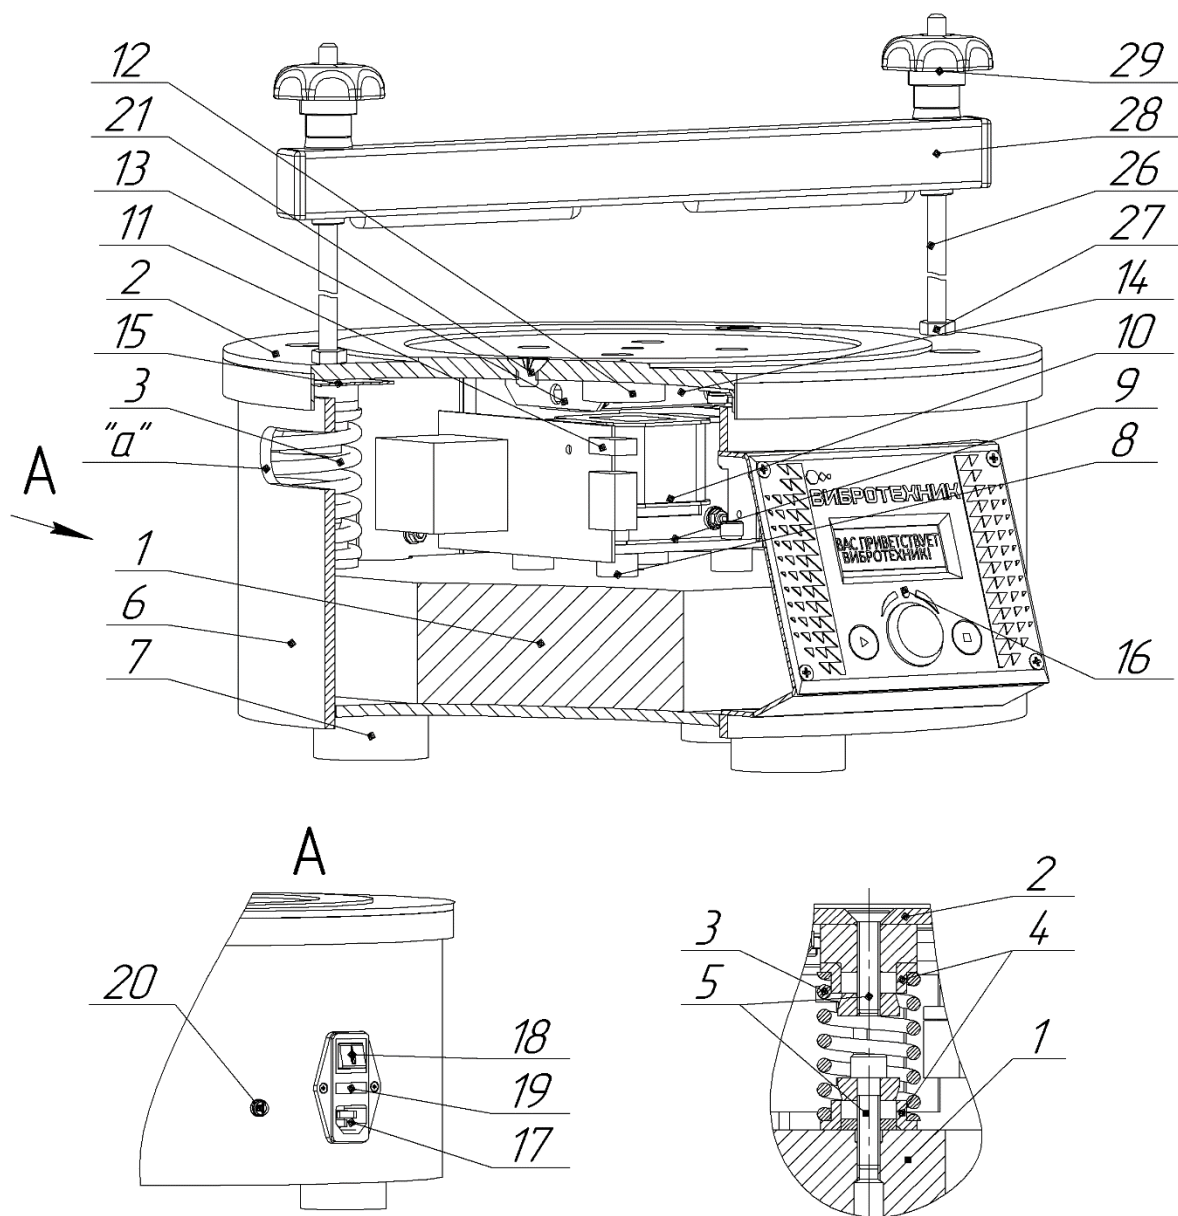

Рис. 1 Вибропривод ВПС. Общий вид
При запуске ВПС переменный ток протекает по обмотке электромагнита 10 (Рис. 1); возникающее при этом переменное электромагнитное поле воздействует на закрепленный на платформе 2 якорь 14. Платформа с закрепленной на ней технологическим оборудованием совершает возвратно-поступательные вертикальные движения, растягивая пружины 3.
е) Смонтировать устройство крепления сит (Рис. 1), для чего:
а) Отвернуть маховички 29 (Рис. 1) от траверсы и снять их слегка
д) Отвернуть маховички 29 (Рис. 1) от траверсы 28 и снять их, приподнять траверсу и снять технологическое оборудование или колонну сит.
- д) Демонтировать заглушки 21 (Рис. 1).